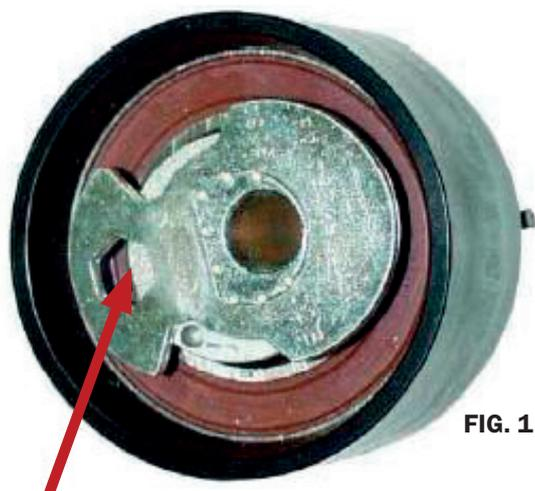

FIG. 1
5. Instale el tensor nuevo (automático) con su nuevo tornillo apretándolo a mano (orificio de la llave Allen +/- a las 9 en punto) (Fig. 1).